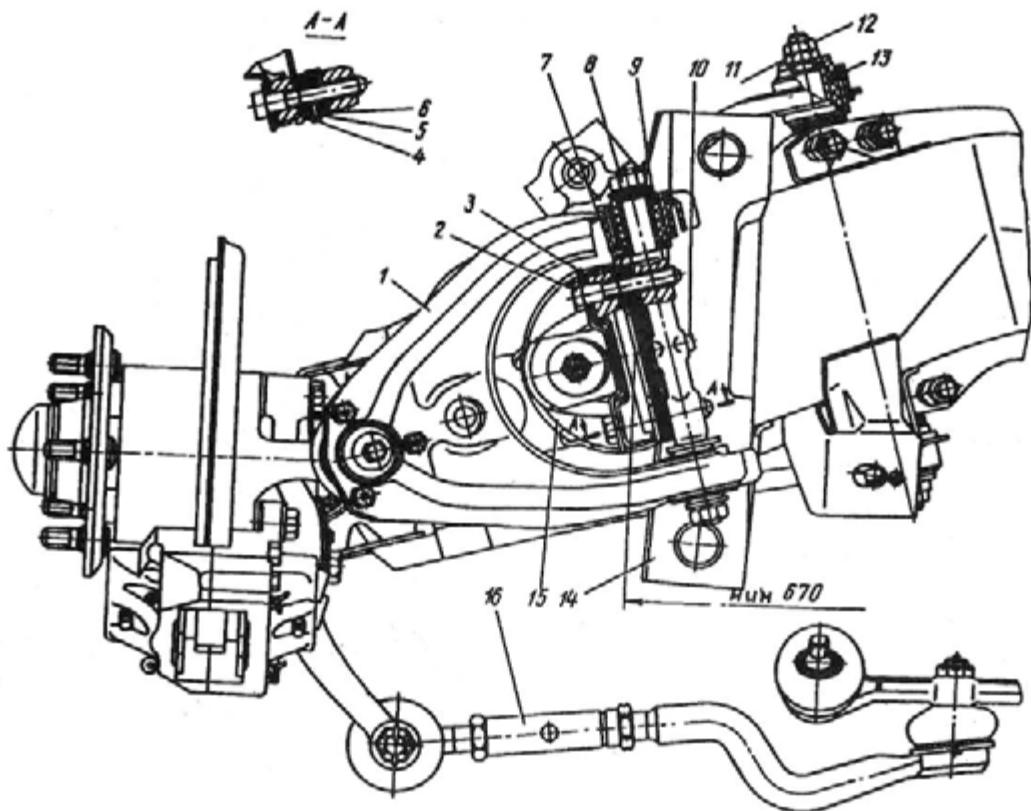
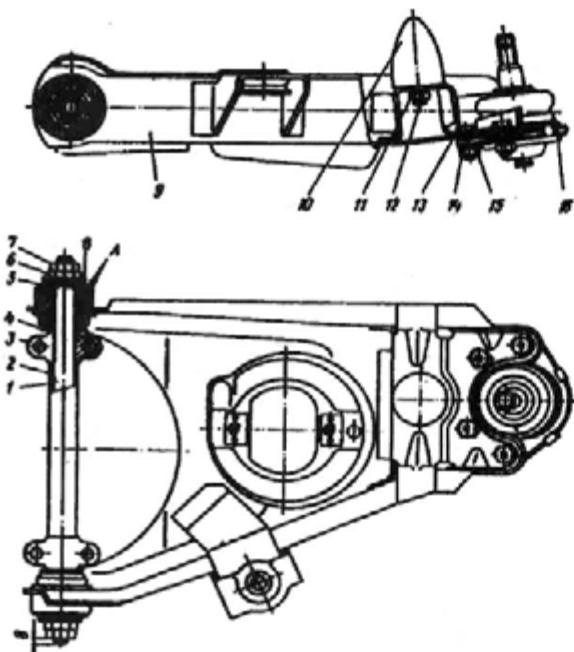

Рис. 168. Установка рычагов на поперечине подвески:
Рис. 174. Нижний рычаг передней подвески:
4. Ослабьте затяжку гаек 11 и 12 (рис. 168) на оси нижних рычагов и гаек 8 на оси верхних рычагов для обеспечения свободного поворачивания рычагов на их осях и исключения случайного разрушения резины сайлент-блоков при последующей разборке или сборке подвески.
7. Разогните стопорную пластину 3 (рис. 168) и выверните болты 2 крепления оси к опоре поперечины, снимите верхние рычаги.
Следует иметь в виду, что при установке на автомобиль новой подвески необходимо сохранить регулировочные прокладки 6 (рис. 168) и скобы 4 и 5 в местах, установленных при заводской регулировке. Без установки прокладок потребуется дополнительная регулировка углов раз渲а и продольного угла наклона оси поворота колеса.
Примечание. Окончательную затяжку болтов 2 (рис. 168) крепления оси и стопорение пластиной 3 производите на автомобиле после регулировки на стендце раз渲а и угла продольного наклона оси поворота колеса (см. ниже).
4. Затяните гайки 8 (рис. 168) на оси верхнего рычага при среднем положении рычагов подвески.
4. Ослабьте контргайки 12 (рис. 168) и гайки 11 на оси нижнего рычага. Отверните гайки 15 (рис. 174) на болтах крепления шаровой опоры к нижнему рычагу и отсоедините опору от рычага. Снимите стойку.
2. Отверните гайки 6 и 7 (рис. 174) и выбейте легкими
Сайлент-блоки запрессовывайте в нижний рычаг, используя ту же оправку. При этом обеспечьте совпадение торцов А (см. рис. 174) наружной втулки сайлент-блока и втулки, приваренной к рычагу.
Перед снятием верхнего рычага обязательно ослабьте на 2—3 оборота затяжку гаек 8 (рис. 168). Это условие необходимо для обеспечения свободного проворачивания рычага на оси для исключения отрыва резины сайлент-блока от металлической арматуры при последующей разборке.
3. Разогните стопорную пластину 3 (рис. 168) и выверните болты 2 крепления оси верхнего рычага.
Шаровую опору 16 (рис. 174) снимайте с автомобиля для осмотра или ремонта только в том случае, если стук прослушивается при работе подвески во время пересеяда препятствия на дороге.
5. Отверните болты 13 (рис. 174) крепления шаровой опоры и снимите ее с нижнего рычага.
Момент затяжки гаек 15 (рис. 174) на болтах 13 крепления шаровой опоры к нижнему рычагу должен быть 20—35 Н·м (2,2—3,5 кгс·м).